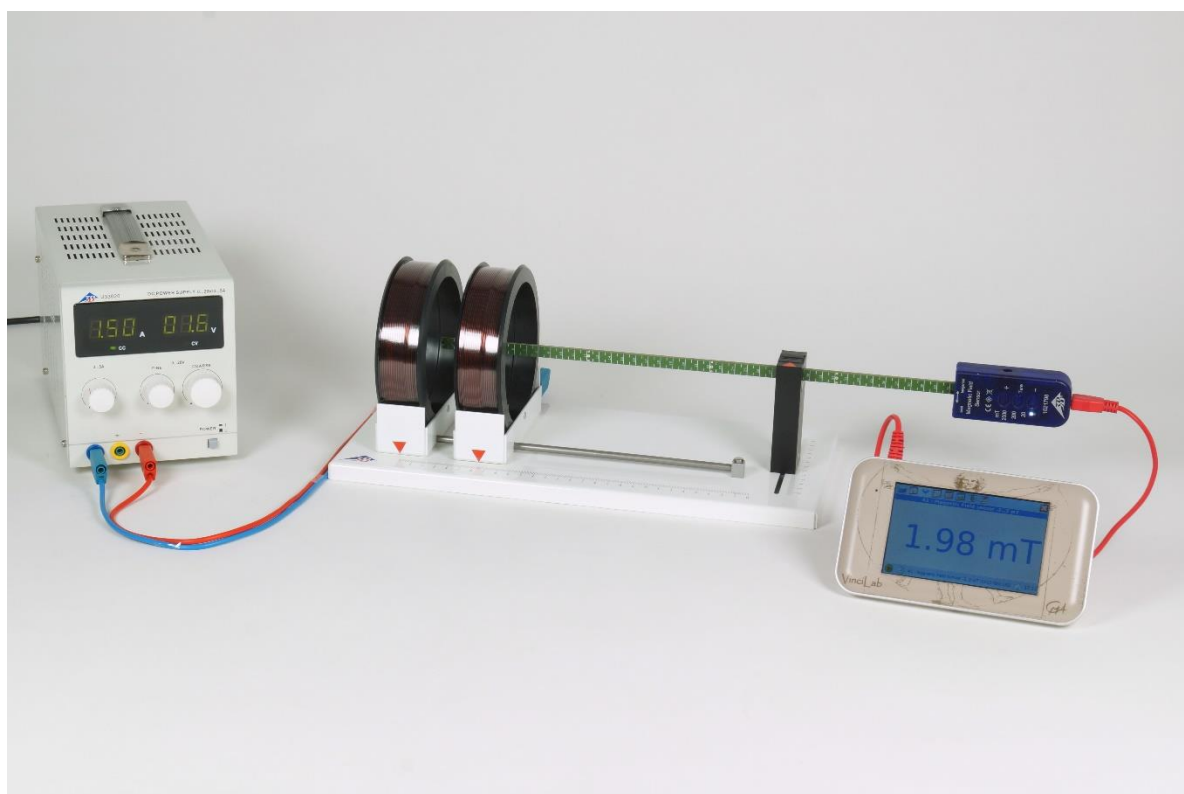

Figura 1: Configuração experimental
- Prepare o teste de acordo com a figura 1.